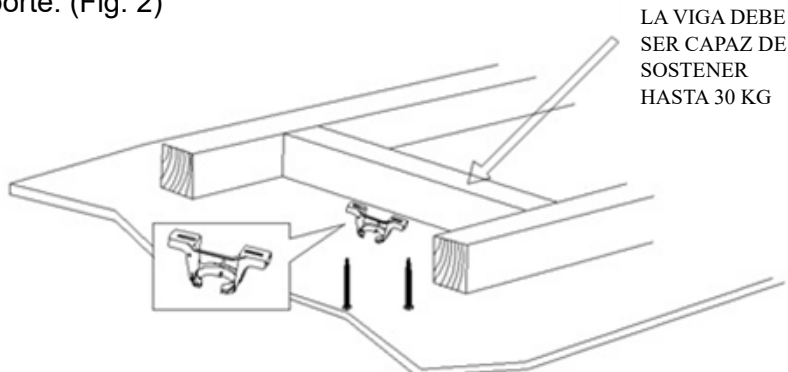

Fig. 2
- Con los dos tornillos largos suministrados, instale el soporte de montaje sobre una viga o una estructura capaz de soportar al menos 30 kg. Asegúrese de enroscar los tornillos 30 mm como mínimo en el soporte. (Fig. 2)